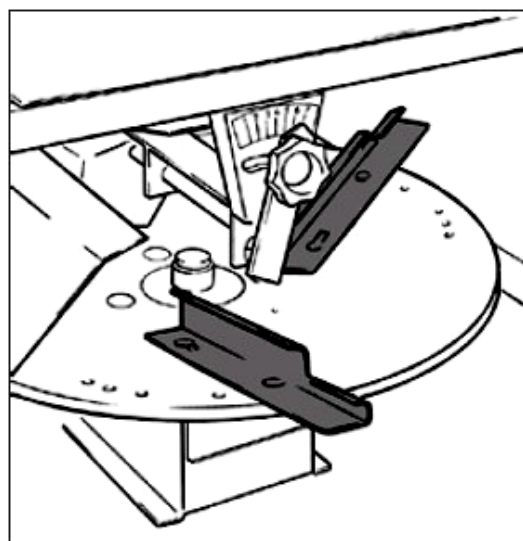

Рисунок 9.
4. Посмотреть соответствующую таблицу дозирования и найти желаемый расход в клетке кг/га в зависимости от скорости подачи. Отрегулировать лопасти и управление расходом (рис. 9, 10), как указано в таблице.